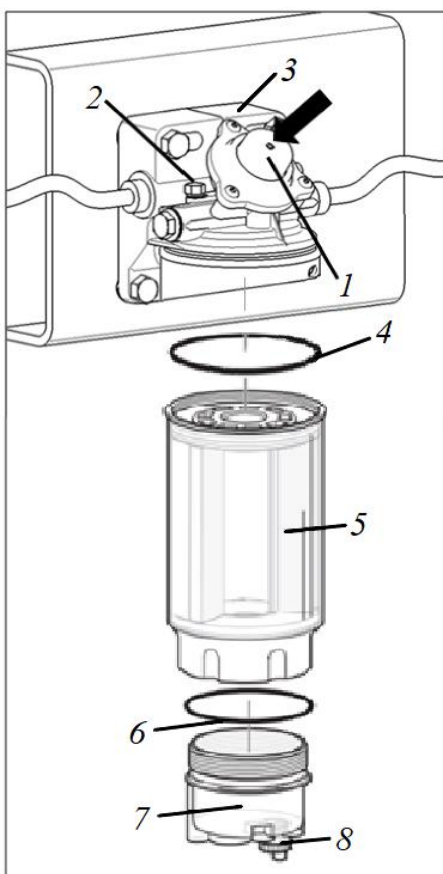

Рисунок 5.28. Процедура замены фильтра грубой очистки топлива
- ▶ Открыть резьбовую пробку 8, одновременно ослабить резьбовую пробку для удаления воздуха 2, рис. 5.28.